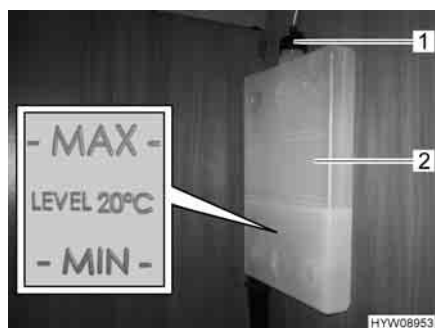

Fig. 175 Vaso d'espansione del riscaldamento ad acqua calda (armadio guardaroba)
- Controllare se il livello del liquido nel vaso d'espansione (Fig. 175,2) è tra le righe del "MIN" e del "MAX".
- Aprire il coperchio (Fig. 175,1) del vaso di espansione.